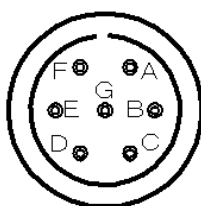

図 5
4.3 測定器側コネクタの結線は以下の通りです (図 5 参照)。